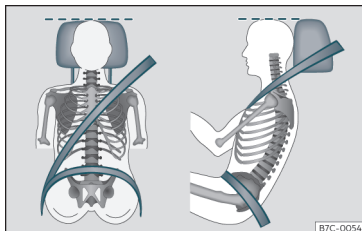

Fig. 7 Banda del cinturón y apoyacabezas ajustados correctamente.
- Ajuste el apoyacabezas de modo que el borde superior quede, en la medida de lo posible, a la altura de la parte superior de la cabeza, en ningún caso por debajo de los ojos. Mantenga la nuca lo más cerca posible del apoyacabezas »» fig. 7.